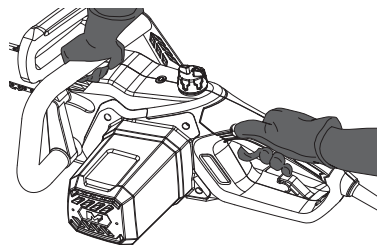

Fig. 18
3. Prenez la poignée avant [1] avec la main gauche, en l'entourant bien entre le pouce et les doigts. Prenez la poignée arrière [12] avec la main droite, en l'entourant bien entre le pouce et les doigts (Fig. 18).